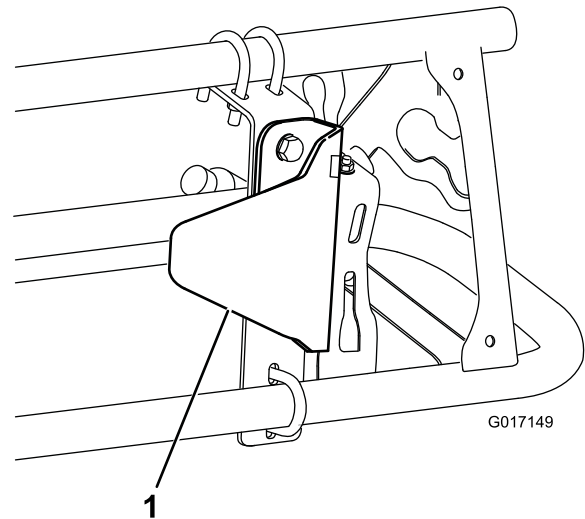

Figura 7
2. Installate la staffa di protezione sensore sulla staffa di montaggio con 2 bulloni (5/16 x 3/4 pollice.) e 2 dadi flangiati (5/16 pollice.) come mostrato in Figura 7.